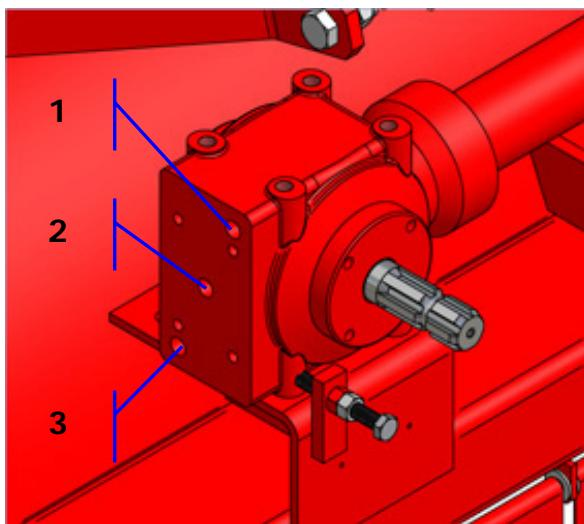
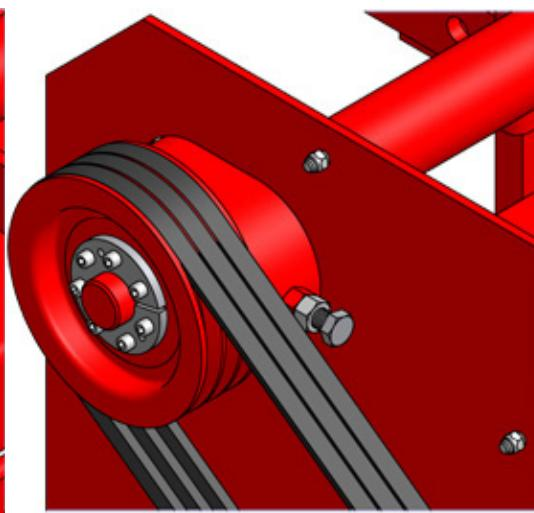

Figura 5
Figura 6
Para ello afloje el tapón superior (1) y luego el tapón (2) (**Figura 5**). Si fluye aceite el nivel es correcto. En caso contrario añada aceite SAE 90.
La Desbrozadora cuenta con dos tornillos para desplazar tanto la caja (Figura 5) como la prolonga (Figura 6). Estos deben usarse para hacer que la prolonga quede perpendicular a las correas como se muestra en la Figura 7. Con este desplazamiento no solo se alinean las poleas sino que se logran tensionar las correas. Esto debe hacerse periódicamente, ya que con el tiempo las correas ceden y pierden la tensión con que salen de fábrica.